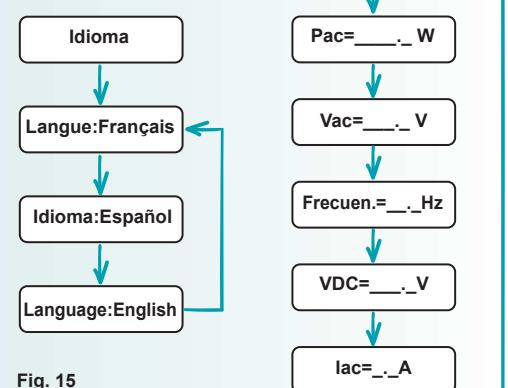

Fig. 15
- Pulsar de manera repetida el botón "Pantalla" hasta llegar a "Idioma" (Fig. 15).